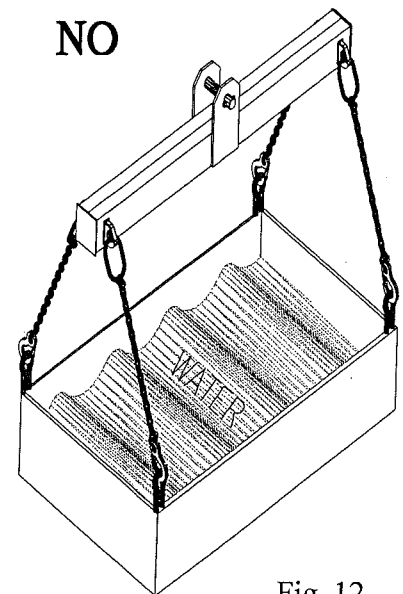

Fig. 12
- ♦ che possano cambiare la loro configurazione statica, il loro baricentro o lo stato chimico fisico durante la movimentazione (ad es. liquidi) (fig. 12).